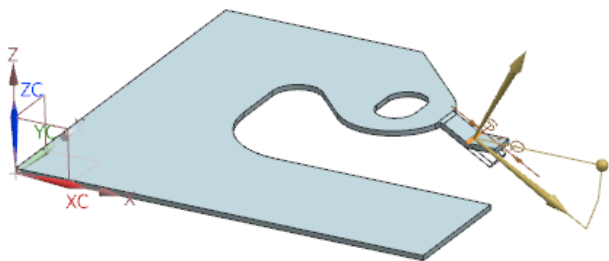

图 4-118 预览显示所创建的折弯特征
(8) 单击“完成”图标，草图绘制完毕，视图区预览显示如图 4-118 所示的钣金件。